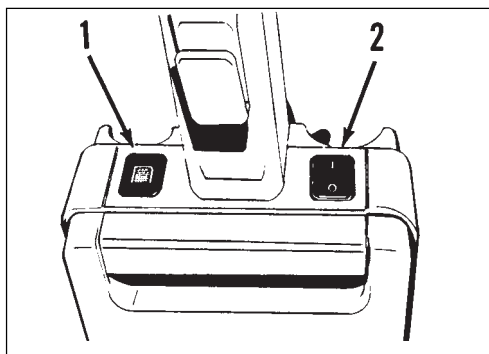

Figure 19
If the indicator light (1) comes on, see figure 19, or the motor stops, do the following:
1. Put the ON/OFF switch in the "O" position (2).
Si le voyant (1) de l'indicateur lumineux s'éclaire (voir figure 19) ou si le moteur s'arrête, procédez comme suit :
1. Placez l'interrupteur I/O en position "O" (2).